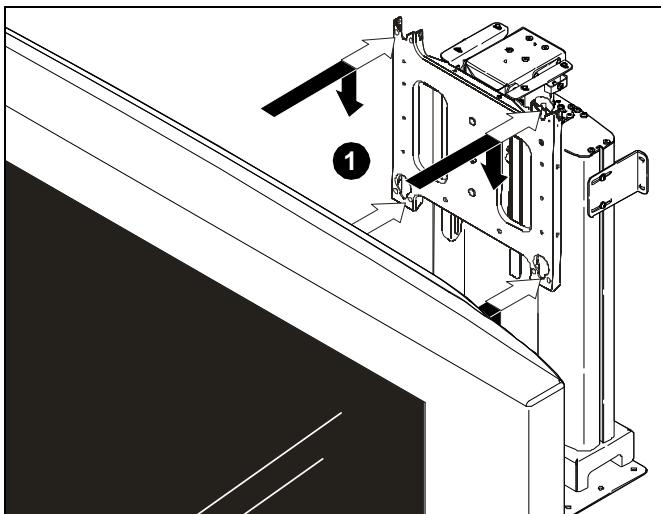
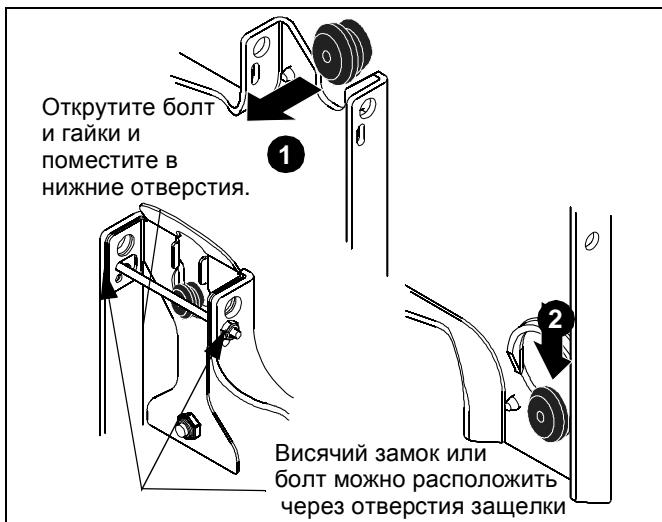

рис. 9
рис. 10
- Поддерживая монитор с двух сторон, выровняйте положение четырех монтажных крепежей на мониторе или соединительный кронштейн с четырьмя монтажными отверстиями на лицевой панели. (см. рис. 9) и (см. рис. 10)
- Опустите монитор на место до щелчка, чтобы убедиться, что поверхность с выемкой монтажных крепежей правильно установлена в нижней части монтажных отверстий и сработал механизм защелкивания. (см. рис. 9) и (см. рис. 10)
верхних отверстий и поместить в нижние отверстия, чтобы они выступали в качестве фиксирующего устройства в течение более длительного времени. (см. рис. 10)